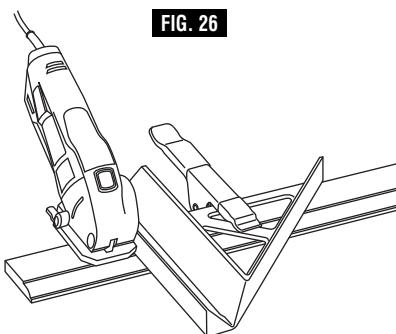

FIG. 26
3. Coupes droites - utilisez le bord extérieur du guide de coupe comme guide longitudinal, (Fig. 26).